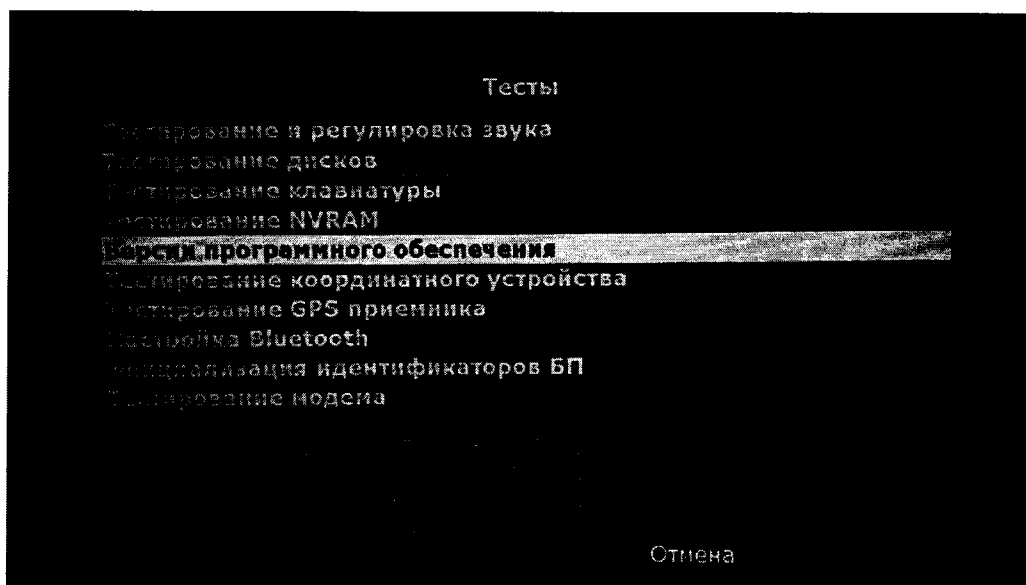

Рисунок 2.
8.2.4 Используя правый энкодер, выбрать тест «Версии программного обеспечения» (Рисунок 2).